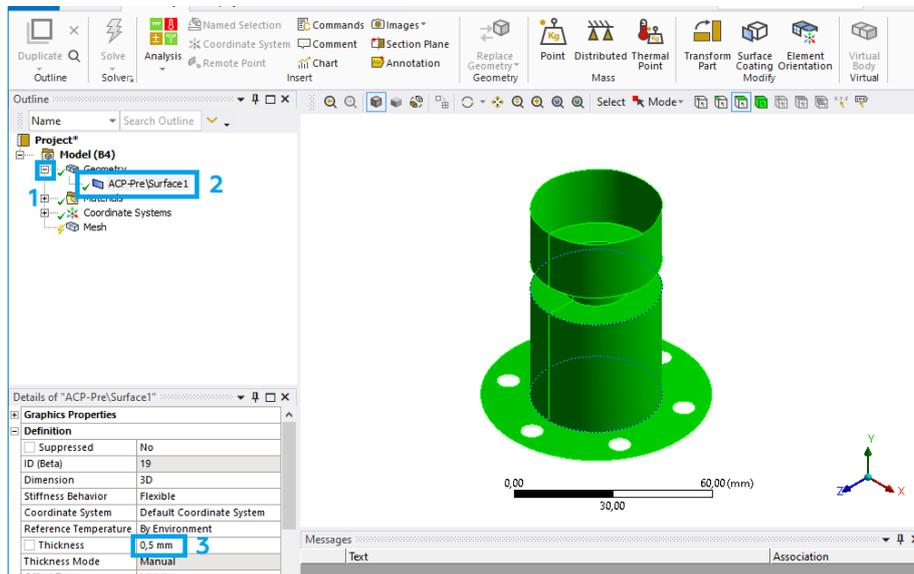

Рис. 14. Задание толщины оболочки
12.2. В открывшемся окне раскрываем вкладку *Geometry* (1), выделяем геометрию (2) и задаём толщину (3) 0,5 мм (рис. 14).